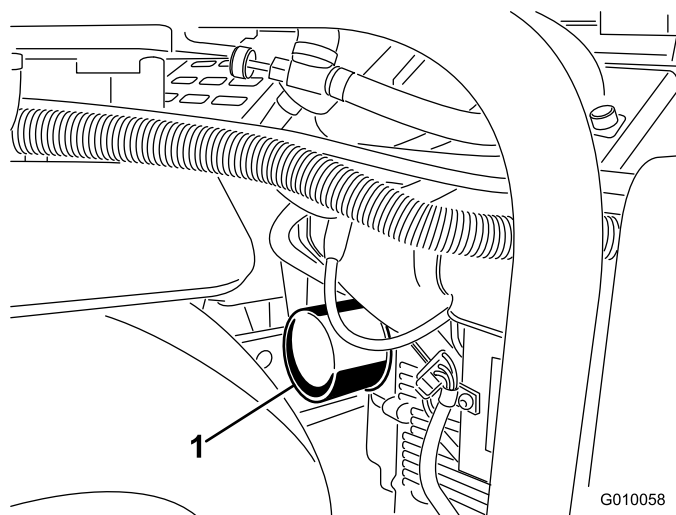
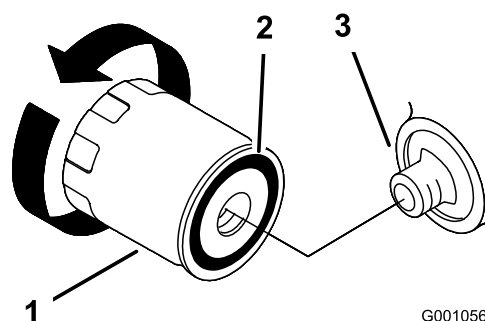

Figura 47
Figura 48
- Mettere una bacinella o uno straccio sotto il filtro per raccogliere l'olio di spurgo (Figura 47).
- Togliete il filtro usato (Figura 47 e Figura 48) e pulite la superficie della guarnizione dell'adattatore del filtro.